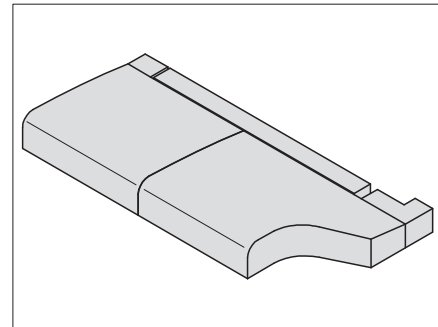
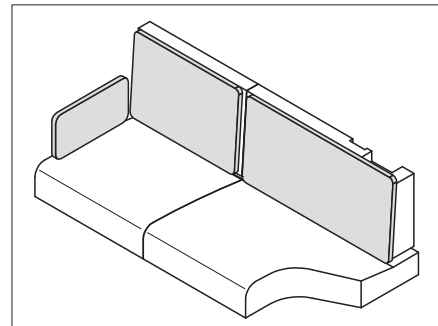

Bild 213 Positionera säten
Bild 215 Dynor för ryggstöd
- Lägg på sits-, ryggstöds- och extradynor så som visas på Bild 213 till Bild 215.